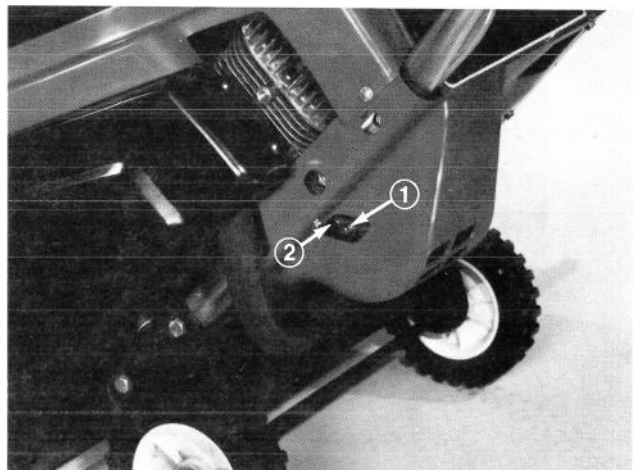

Abb. 17
1. Haupteinstellschraube (Abb. 17) — Die Schraube vorsichtig nach rechts hineindrehen, bis leichter Widerstand spürbar wird. Dann die Schraube wieder um 7/8 Umdrehung nach links herausdrehen.
2. Leerlaufeinstellschraube (Abb. 17) — Die Schraube vorsichtig nach rechts hineindrehen, bis leichter Widerstand spürbar wird. Dann die Schraube wieder um eine volle Umdrehung (360°) nach links herausdrehen.